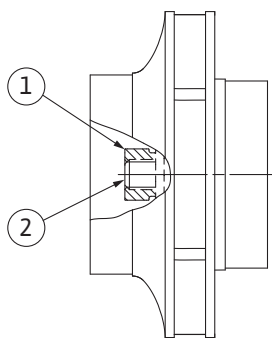

Fig. 101: A járókerékanya megfelelő helyzete a telepítés után
8. Tartsa erősen a tengelyt egy csavarkulccsal (kulcsszélesség: 22 mm) és a járókerék anyáját az előírt meghúzási nyomatékkal húzza meg (lásd „Meghúzási nyomatékok” [▶ 29] táblázatot). Az anyának (Fig. 101, 1. poz.) kb.  $\pm 0,5$  mm-re illeszkednie kell a tengelyvéghez (Fig. 101, 2. poz.). Ellenkező esetben lazítsa ki az anyát, és ismétlje meg a 4 – 8. lépéseket.